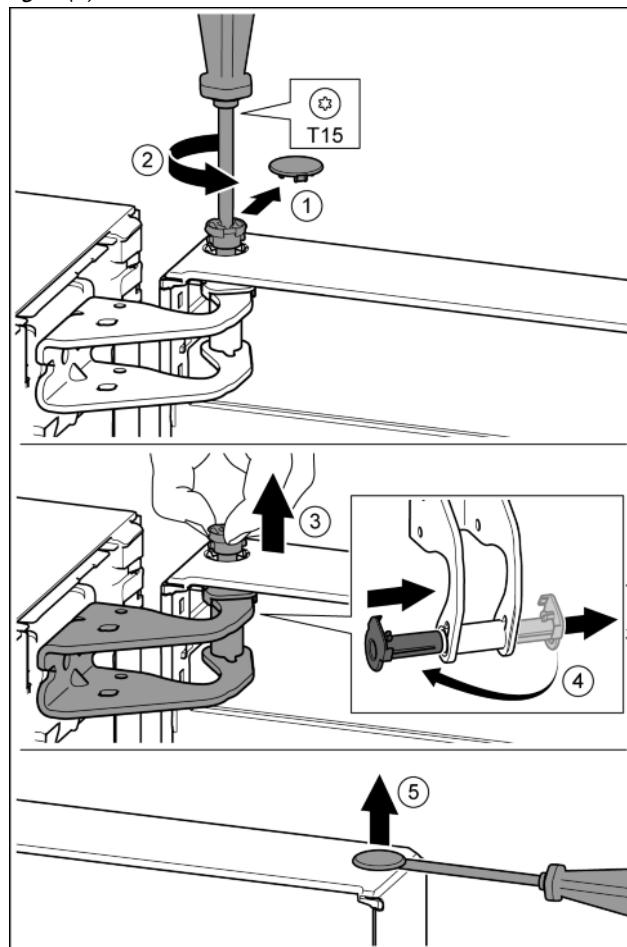

Fig. 10
- ▶ Opatrne vyťahnite poistný kryt. *Fig. 10 (1)*
- ▶ Skrutkovačom T15 trochu vyskrutkujte čap. *Fig. 10 (2)*
- ▶ Pevne držte dvere a čap vyťahnite prstami. *Fig. 10 (3)*
- ▶ Puzdro ložiska vyťahnite z vedenia. Nasadte z druhej strany a zaklapnite. *Fig. 10 (4)*
- ▶ Plochým skrutkovačom opatrne nadvihnite a vyberte zátku z puzdra ložiska dverí. *Fig. 10 (5)*